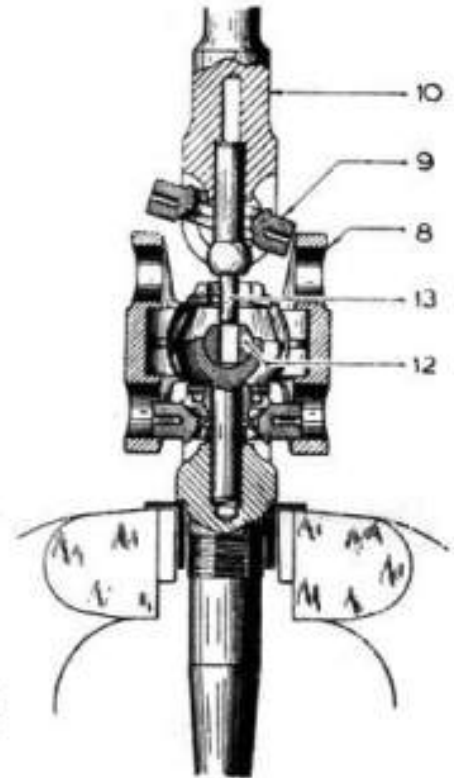

Fig. 35. — Mise en place de l'arbre de commande sur mâchoire.
Monter l'arbre de commande (10) sur la mâchoire double (8) (figure 35). (Cette opération est réalisée plus facilement en tenant les pièces verticalement). Introduire un tourillon du croisillon (9) côté arbre de commande, dans le logement du coussinet correspondant à la mâchoire double (8). Chercher, en même temps, à engager l'axe de rotule (13) dans l'alésage de la rotule intérieure (12), et à placer le deuxième croisillon (9). Cette opération est délicate, et doit être réalisée sans chercher à forcer. S'assurer que